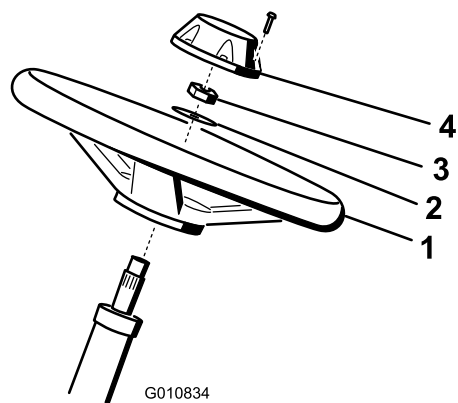

Figure 3
- Glissez le volant sur l'arbre de direction (Figure 3).
- Glissez la rondelle sur l'arbre de direction (Figure 3).
- Fixez le volant sur l'arbre au moyen d'un écrou de blocage serré à un couple de 27 à 35 N m (Figure 3).
- Fixez le couvre-moyeu au volant avec une vis (Figure 3).